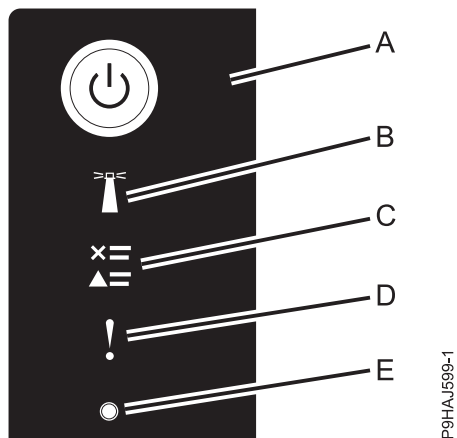

図 24. コントロール・パネルの LED
- 次の図に示す電源 LED (A)が明滅している。
3. 図 24 に示すように、コントロール・パネル上の電源ボタン (A) を押します。